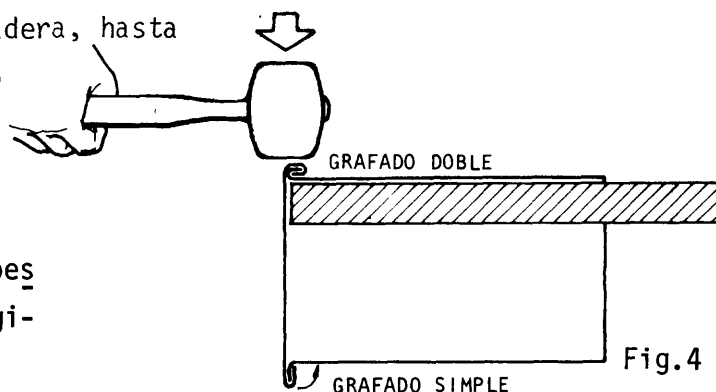

Fig.4
- ___ b Sujete con una mano y con la otra golpee la pestaña utilizando una maza de madera, hasta completar el grafado (fig. 4).